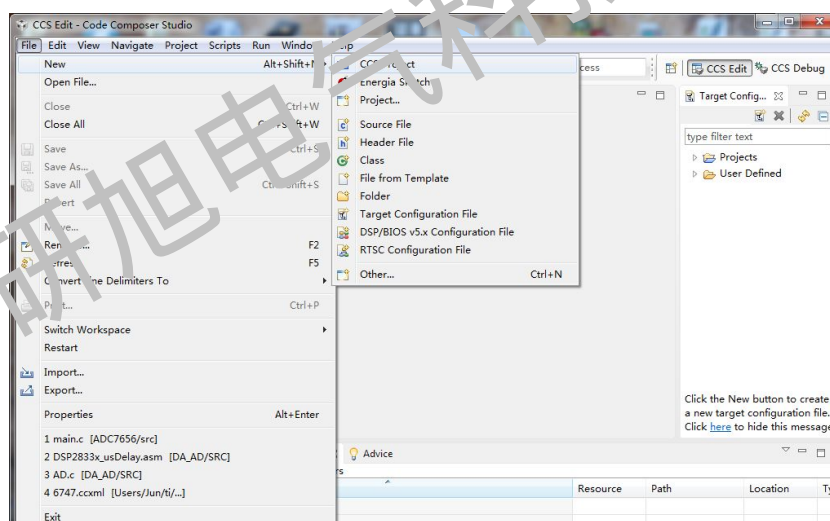

图 1-10-1
- ① 转到菜单“File -> New -> CCS Project (文件->新建->CCS 项目)”如下图 1-10-1 所示: